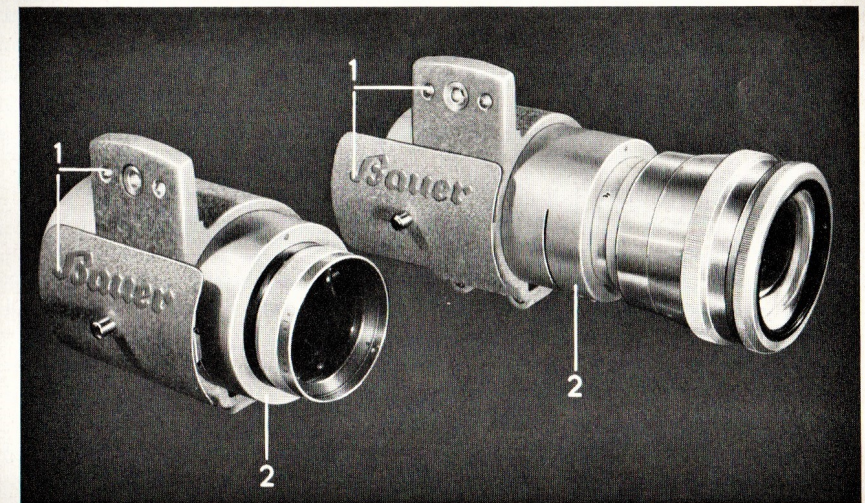

Abb. 26 1 Klemmfassungen und 2 Objektivfassungen der B 8 B als Auswechselteile
- den Klemmfassungen mit Lichtschutzblech (Abb. 26, Pos. 1) und
- den Objektivfassungen mit Zwischentuben (Abb. 26, Pos. 2).
Die für Normalfilm, Breitbild oder Cinemascope notwendigen Objektive und optischen Gruppen werden in die zylindrischen Objektivfassungen (Abb. 26, Pos. 2) eingebaut. Für alle Filmverfahren, die ohne Entzerrungsvorsatz arbeiten, hat die Objektivfassung einen Innendurchmesser von 80 mm. Ist der Außendurchmesser des Objektivs 62,5 mm, dann muß ein Zwischentubus 62,5/80 mm verwendet werden.